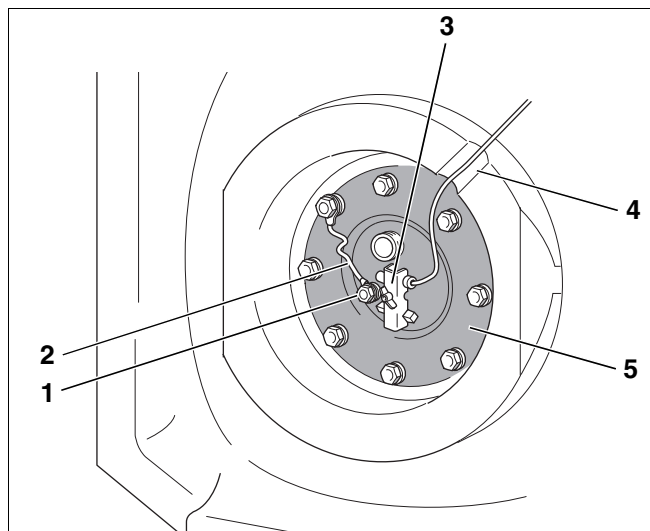

Fig. 12 Vérifier le raccordement de l'anode au magnésium
- Faire passer le câble de sonde par l'évidement de l'isolation thermique (fig. 12, **pos. 4**) vers le couvercle de la trappe de visite.
- Monter la sonde de température dans la fixation selon la forme géométrique ou le diamètre donnés (fig. 12, **pos. 3**).
- Vérifier si le câble de raccordement à la masse (fig. 12, **pos. 2**) de l'anode au magnésium (fig. 12, **pos. 1**) est bien raccordé.